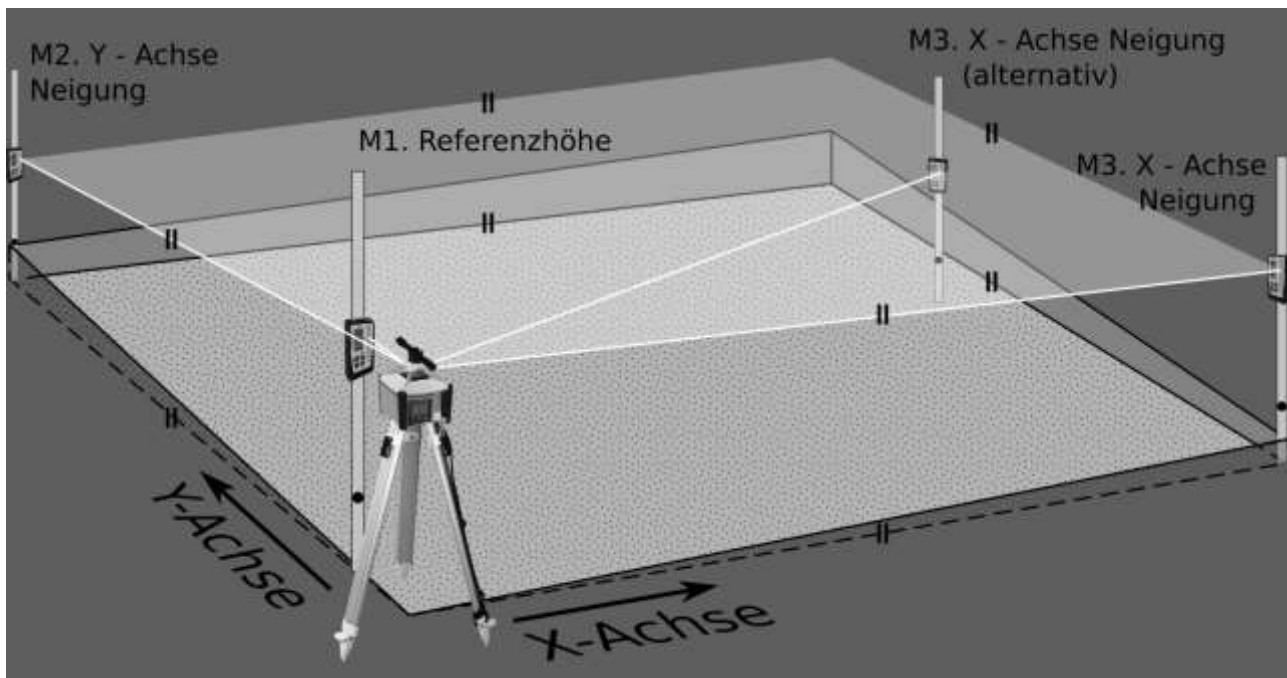

Abbildung 1: Aufbau ALIGN - Horizontal
Zunächst, wie unter Kapitel 4 beschrieben, den Stativkopf gut horizontal ausrichten und den Laser in Y-Richtung auf den ersten Zielpunkt M2 fluchtend einstellen (Abbildung 1). Wenn die ermittelten Neigungswerte möglichst genau werden sollen, ist das Zielfernrohr (Option) zu verwenden.
Danach die Lasermesslatte mit Empfänger in möglichst geringer Entfernung zum Laser aufstellen (Abbildung 1: M1 Referenzhöhe) und beide Geräte wie in den Kapiteln 1 und 13.2 beschrieben, einschalten und Empfängerzentrum auf Laserstrahlhöhe bringen.
Empfänger / Lasermesslatte am Zielpunkt M2 aufstellen und die erste Neigung in der Y-Achse aufnehmen. (Siehe Abbildung 1)
14.1.2.1 Neigung in Y – Achse (Abbildung 1)
14.1.2.1 Neigung in Y – und X - Achse (Abbildung 1)